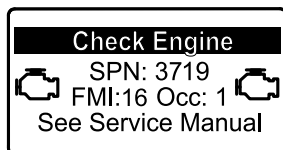

Figura 27
- Si es necesario realizar la regeneración con la máquina aparcada, el InfoCenter muestra la advertencia del motor SPN 3719, FMI 16 (Figura 27) y el ordenador del motor reduce la potencia del motor al 85 %.